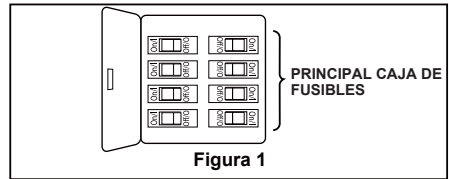

Figura 1
Uso de perfil bajo (Figura 1)
1. Extraiga la pieza de la bola colgante de la unidad de la bola colgante / varilla aflojando el tornillo de presión de la bola colgante hasta que la bola se libere de la varilla. Retire el pasador del barral y luego extraiga la semiesfera. Conserve el pasador y la semiesfera para su reinstalación en el Paso 9. (Figura 1)
Para evitar una posible descarga eléctrica, asegúrese de cortar la alimentación eléctrica de la caja de fusibles principal antes de colgar el ventilador. (Figura 1)
1. Para configurar el código de unidad del receptor. Deslice los interruptores de código a las mismas posiciones que en el transmisor. (Figura 1)
- ☐ 1. Instale la cubierta rotando la ranura clave en la cubierta sobre el tornillo de hombro del soporte del gancho, teniendo cuidado de no pillar los cables. Fije el tornillo de hombro. Instale adecuadamente y fije el segundo tornillo de hombro que fue anteriormente guardado. (Figura 1)
El uso de un regulador de la intensidad completa (no incluido) para controlar la velocidad del ventilador dañará el dispositivo. Para reducir el riesgo de incendio o descarga eléctrica, no utilice dicho regulador para controlar la velocidad del ventilador. (Figura 1)
- ☐ 1. **Instalación de la placa de la pared:** (Figura 1)